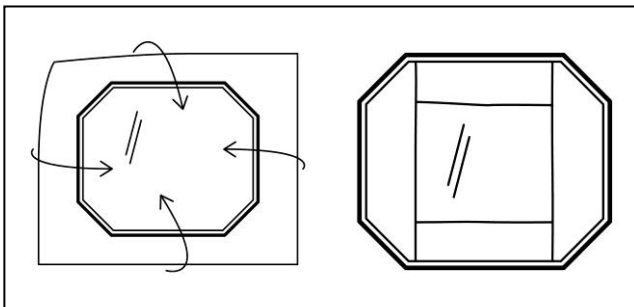

Abb.1
3. Eine quadratische, 24x24 cm große Alufolie (Stärke 10µm bis 25µm) zuschneiden und den Rahmen aus rostfreiem Stahl wie auf Abb. 1 gezeigt einlegen (das Set ist mit den Ultraschallbädern Euronda Modelle Eurosonic Energy, Eurosonic 3D, Eurosonic 4D kompatibel).